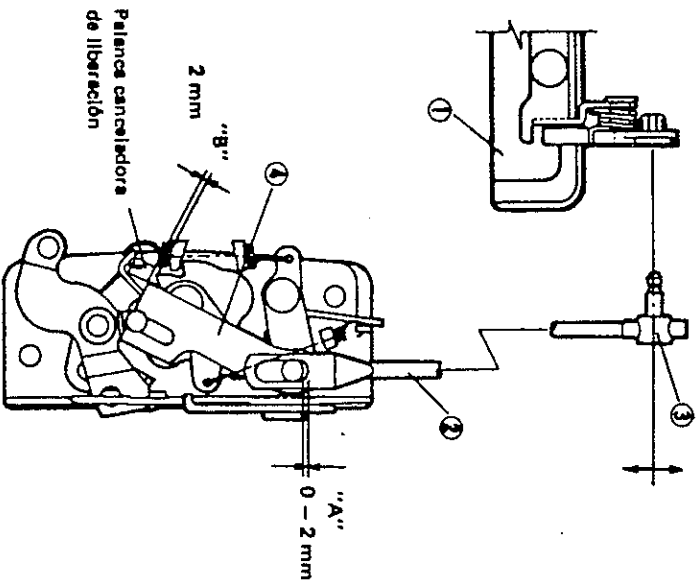

Fig. 20-2-2
Al instalar la varilla de apertura (2) en la manilla de apertura exterior (1), ajuste la holgura "A" a 0 - 2 mm y la "B" a 2 mm girando la Junta (3) de ajuste, como se observa en la Fig. 20-2-2.
Después de reinstalar el percutor o la cerradura de la puerta, ajuste la dimensión "C" de la Fig. 20-2-2 a 1,0 mm moviendo el percutor hacia arriba y abajo.